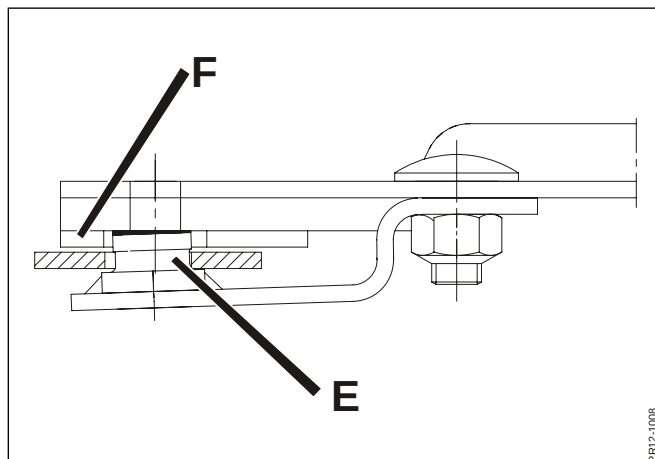

Fig. 5-23
- Fig. 5-23** - Der ikke er urenheder mellem knivtappens og skivens anlægsflader, og det sikres at knivholderens tap **E** har et korrekt anlæg mod underkanten af skiven **F**.